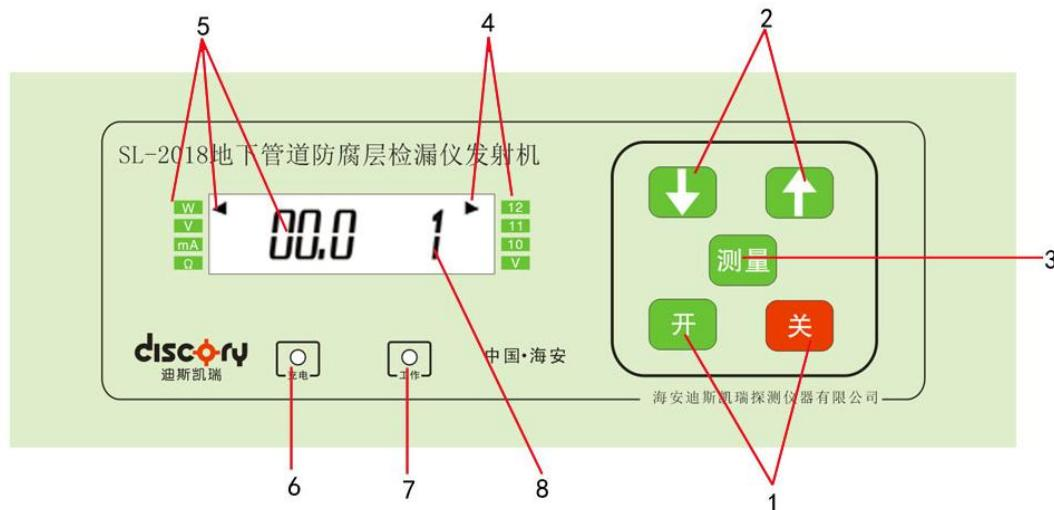

图 1 发射机前面板示意图
1、**发射机：**发射机用于向地下管道发射某一特定频率的电磁波信号，建立起单线——大地回路的地下管线检测场。其功能示意如图 1 所示。